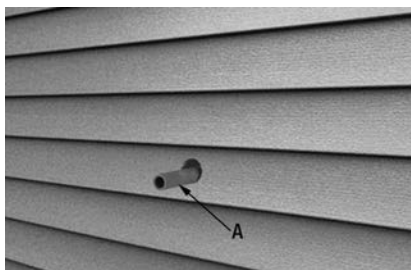

FIGURE 3
1. Insérez le conduit en PVC de 1/2" (A) Fig.3 dans le trou que vous avez percé dans le mur intérieur, jusqu'à ce qu'il sorte par le mur extérieur, tel que montré.